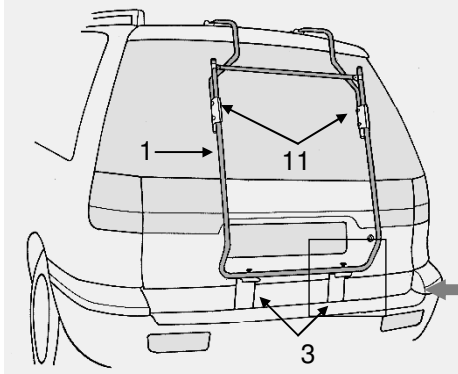

Abb. 4.2.
4. In den unteren Montageelementen wurden bereits werkseitig Lackschutzfolien eingeklebt, die keinesfalls entfernt werden dürfen (die Form weicht von den abgebildeten Winkeln leicht ab). Hängen Sie die Elemente in die leicht geöffnete Heckklappe ein, dazu ziehen Sie die Kennzeichenblende leicht vom Fahrzeug ab siehe Abb. 4.2.